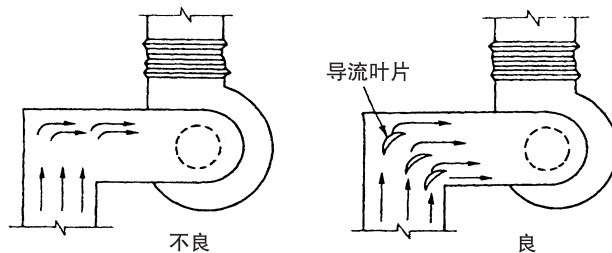

图 1.9 风机吸入风管的连接
(5)风机吸入口在风管的直角弯曲处附近时，要如图 1.9，在直角弯曲处设置导流叶片。